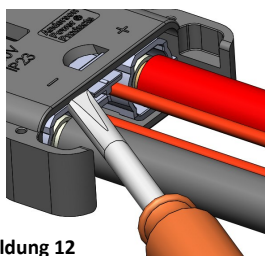

Abbildung 12
**Wenn es notwendig ist, den Stecker auseinanderzubauen, diese Anweisungen (Abbildung 12) befolgen:**